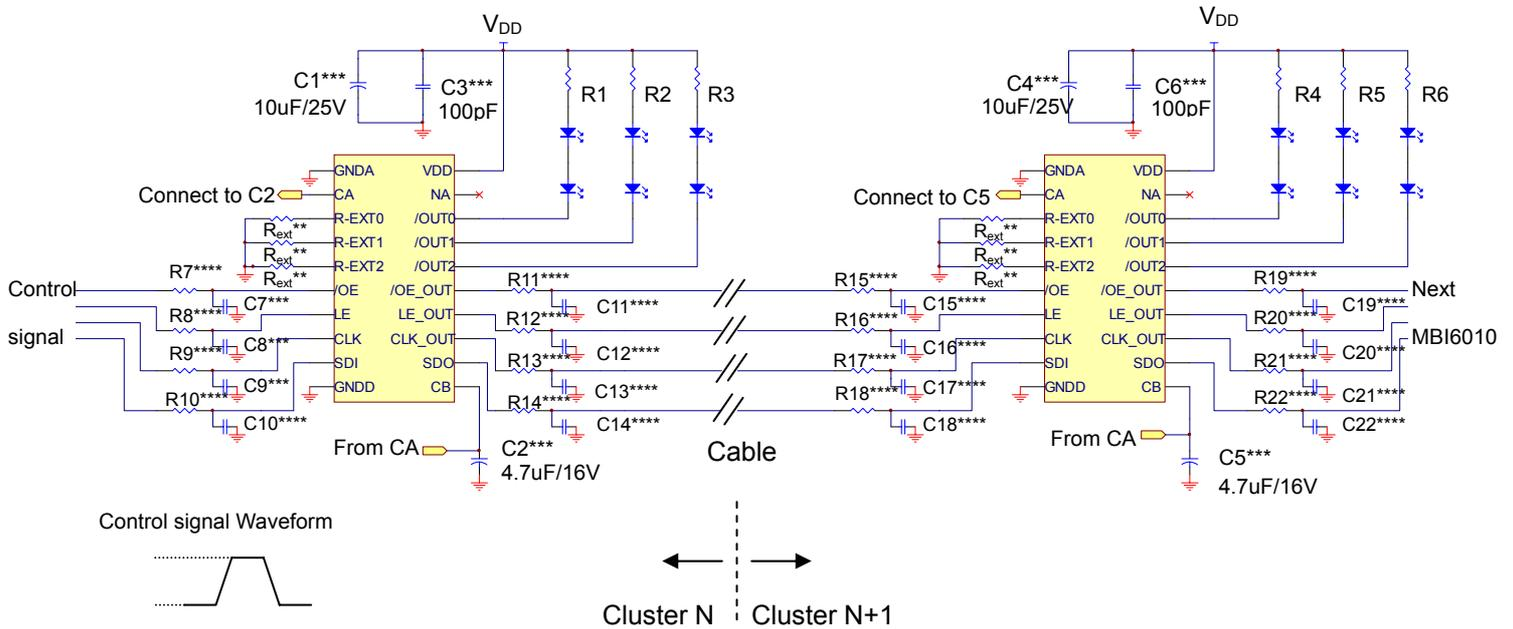

图4
***C1~C6电容为必要条件。图4之C1,C4,C3,及C6之电容值仅供参考用，而C2及C5之电容值选择范围可从4.7uF/16V至10uF/16V。建议使用钽质电容或内阻值(ESR)小于2Ω之电容。